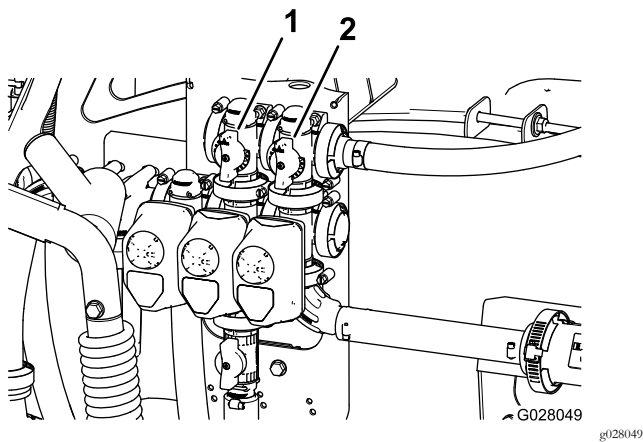

Bild 109
11. Stellen Sie das Rührwerksicherheitsventil (Bild 109) hinten am Rührwerkventil so lange ein, bis das Druckmanometer 6,9 bar anzeigt.
9. Stellen Sie den Griff am Sicherheitsventil des Hauptauslegers ein, um die Rührwerkstärke im Behälter zu steuern (Bild 109).